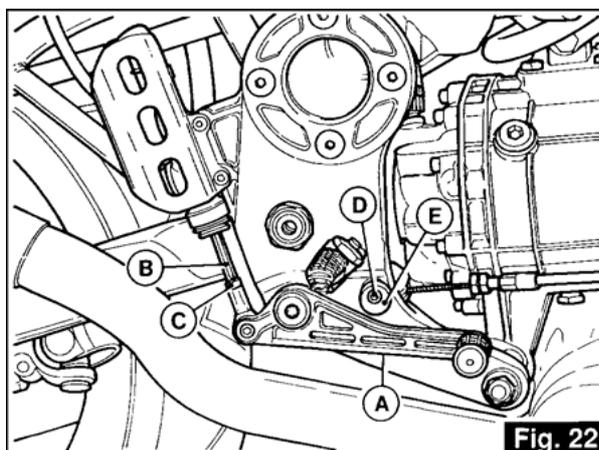

Fig. 22
5.3 RÉGLAGE DE LA PÉDALE DE COMMANDE DU FREIN ARRIÈRE (fig. 22)